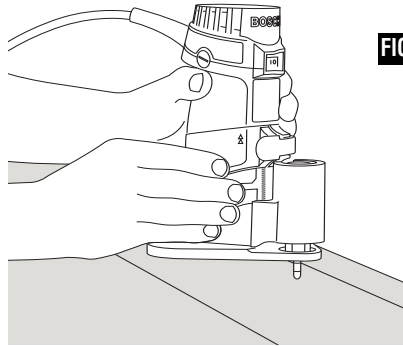

FIG. 20
La base excéntrica PR004 está diseñada para fresar en áreas confinadas, especialmente para recortar materiales laminares en áreas que son inaccesibles con la base fija estándar, especialmente en ubicaciones que estén cerca de superficies verticales adyacentes, tales como partes superiores de protectores contra salpicaduras de mostradores instalados (Fig. 20).
1. La fresadora excéntrica se debe agarrar con una mano en el área de agarre del motor y la otra descansando sobre la parte superior del husillo excéntrico, sujetando la parte delantera del motor (Fig. 20).